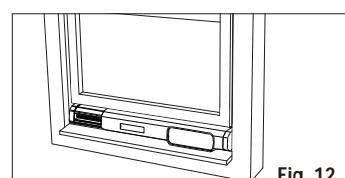

Fig. 12
3. Presionar hacia atrás la palanca de bloqueo para fijar la longitud del kit deslizador de la ventana, a continuación, cerrar la hoja de la ventana firmemente contra el kit deslizador de la ventana (Fig. 12).